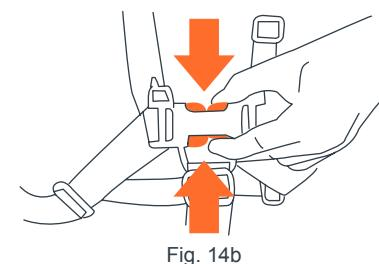

Fig. 14b
- Para soltarlas, presione el Botón Rojo en el Broche Central y se desprendrán las dos Hebillas del Arnés (Fig. 14b). Este proceso requiere una cantidad moderada de esfuerzo a fin de evitar que su hijo se suelte accidentalmente.